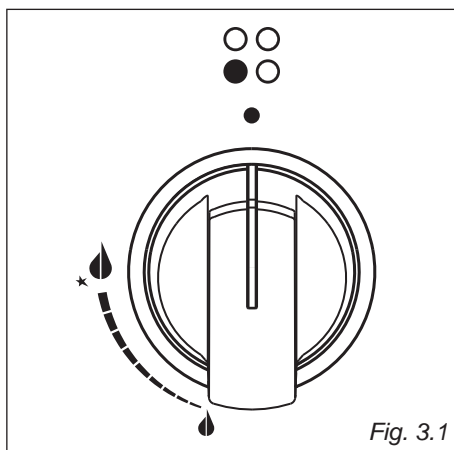

Fig. 3.1
- Svitare le viti di fissaggio della protezione "A" dietro la cucina (fig. 3.1).
L'afflusso del gas ai bruciatori è regolato da un rubinetto valvolato comandato dalla manopola di fig. 3.1.
- √ L'accensione elettrica è incorporata nelle manopole dei bruciatori e si identifica per il simbolo ★ vicino al simbolo  (fig. 3.1).